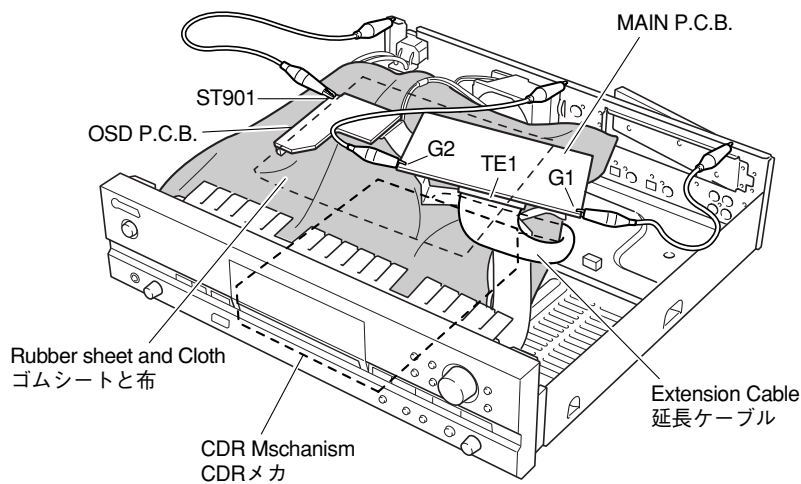

Fig. 19
- n. Using an extension cable, connect TE1 of the MAIN P.C.B. and the CDR mechanism. (Fig. 19)
- o. Connect ST901 of the OSD P.C.B. and the rear panel with lead wires or the like for grounding. (Fig. 19)
- p. Connect G1 and G2 of the MAIN P.C.B. and the chassis with a lead wire or the like for grounding. (Fig. 19)
- o. MAIN P.C.B.のTE1とCDRメカ間をサービス用延長ケーブルで接続します。(Fig. 19)
- p. OSD P.C.B.のST901とリアパネルをリード線等でGND接続します。(Fig. 19)
- q. MAIN P.C.B.のG1、G2とシャーシをリード線等でGND接続します。(Fig. 19)